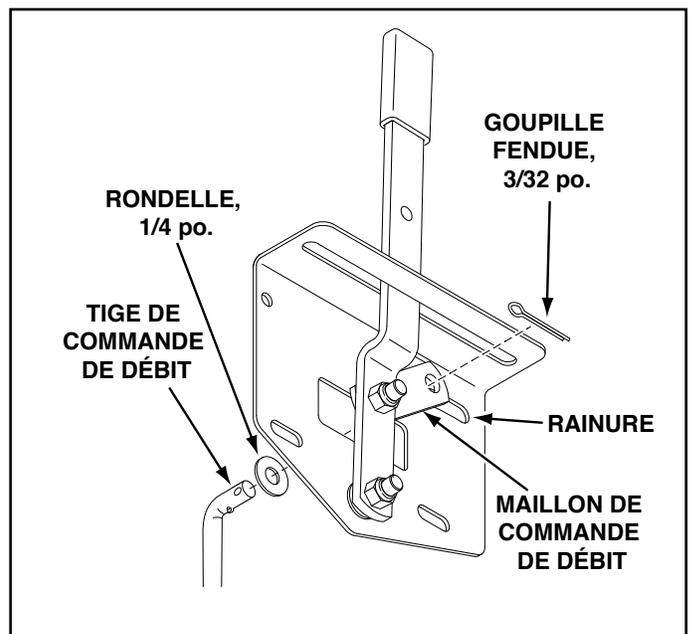

FIGURE 8
17. Placer la petite rondelle sur l'extrémité de la tige de commande de débit. Insérer l'extrémité de la tige de commande de débit à travers la fente du support de fixation de commande de débit et à travers le trou du maillon de commande de débit. Fixer avec une goupille fendue de 3/32 po. x 3/4 po. Voir la figure 8.